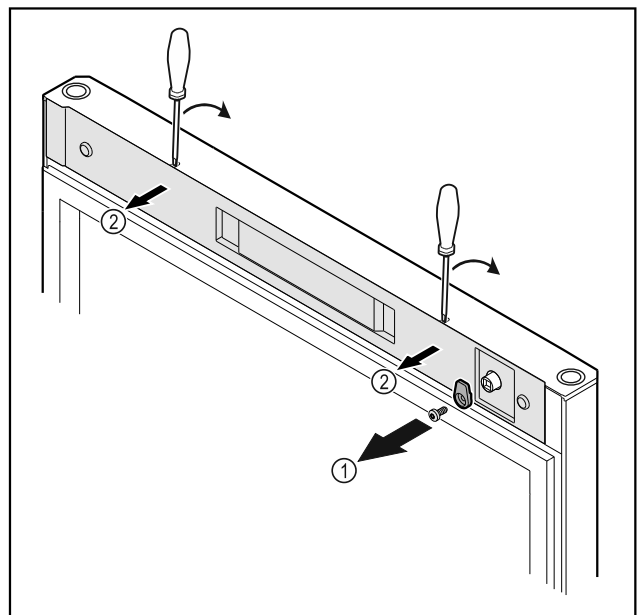

Fig. 18
- ▶ Развийте затварящата кука Fig. 18 (1).
- ▶ Откопчайте капака Fig. 18 (1) с малка отвертка и го свалете.